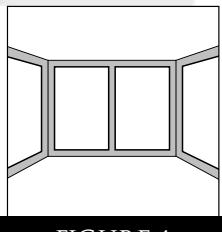

FIGURE 1
- déterminez quel sera le mur focal de la pièce qui devient dès lors votre référence. Il devient votre mur de référence. Selon la hauteur de votre plafond, déterminez si vous préférez des panneaux pleins ou divisés (figures 1 et 2).
- il vous faut également évaluer la largeur des panneaux si vous voulez créer des variations (figures 1 et 2).
- Choose either full or split paneling according to the height of the ceiling (fig. 1 and 2).
- To create interesting variations, choose different panel widths (fig. 1 and 2).